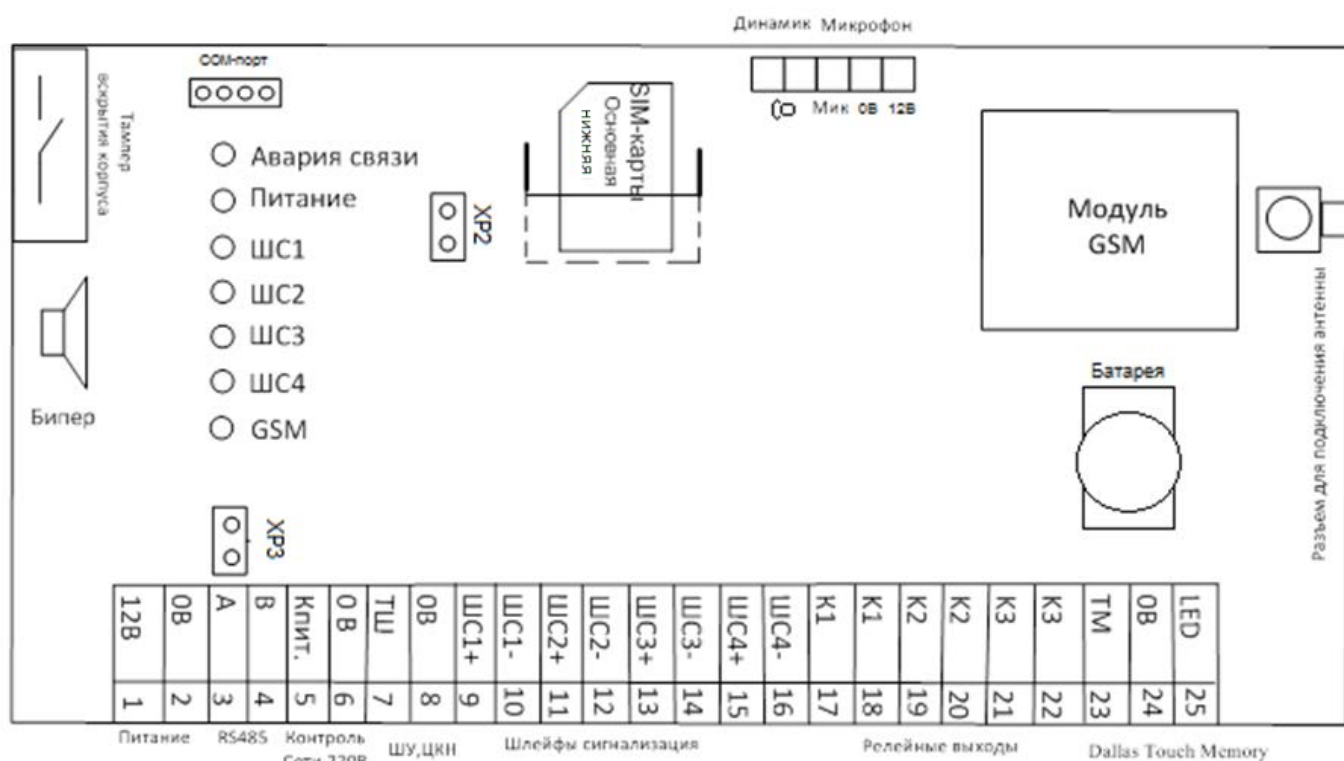

Рисунок 1. Блок схема «УО-4С»
- для использования устройства в режиме «Мастер», после программирования прибора, следует снять перемычку ХР2 (см. рисунок 1). В остальных случаях должна быть установлена;